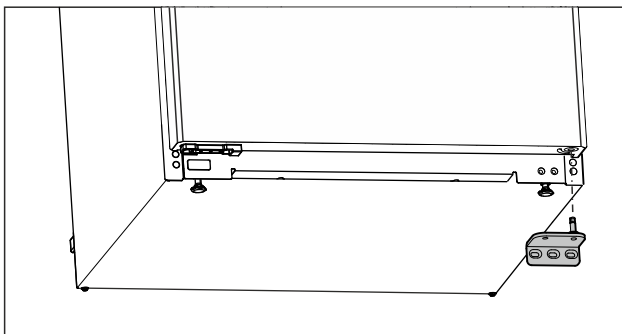

Fig. 15
- Rimuovere il blocco di supporto verso il basso. (vedere Fig. 15)